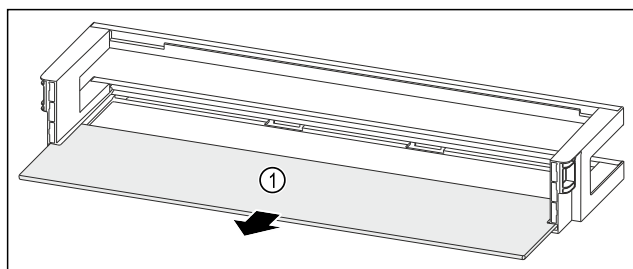

Fig. 163 Дверная полка со съемной полкой
- ▶ Извлеките съемную полку Fig. 163 (1).